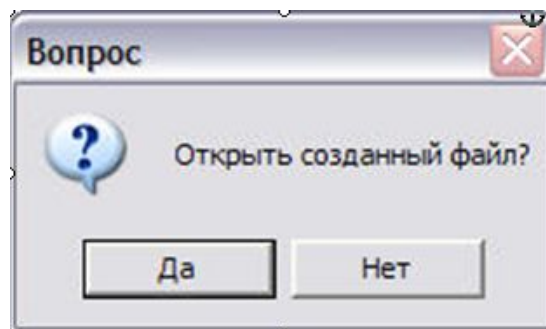

Рис. 8.253
3. Нажмите на кнопку **Сохранить**. При этом данные сохранятся в файле формата CSV, и появится окно с запросом (Рис. 8.253).